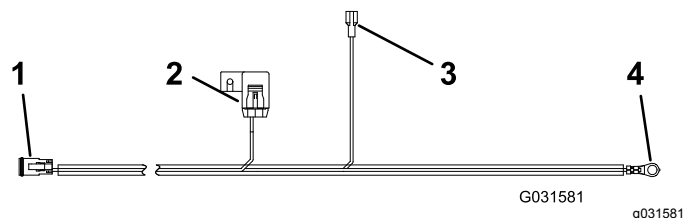

Figura 10
1. Per alimentare il kit dal portafusibili del trattore, utilizzate il cablaggio del portafusibili Figura 10. Attaccate il connettore del portafusibili al portafusibili del trattore e montate un fusibile da 15 A.